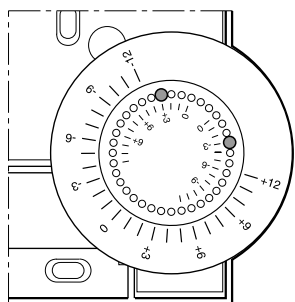

Figura 6: Limitazione del campo di regolazione
- Spostare le due piccole spine nei fori della rotella di regolazione per limitare il campo di regolazione (vedere Figura 6,). Orientarsi per tale operazione con la scala interna: Nella Figura 6, le spine sono impostate in modo tale che la rotella di regolazione si possa spostare solo di ± 3 °C dal punto zero.